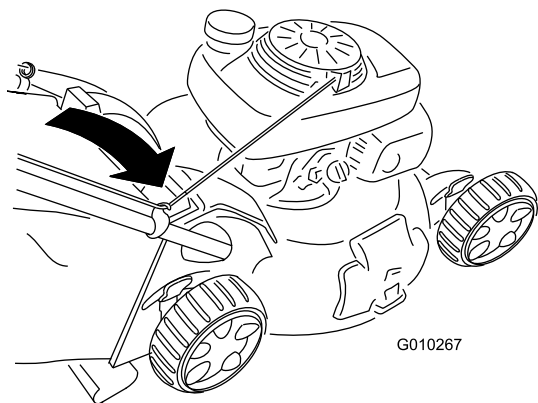

図 28
2. スターターロープを下側ロープガイドに通す **図 28**。